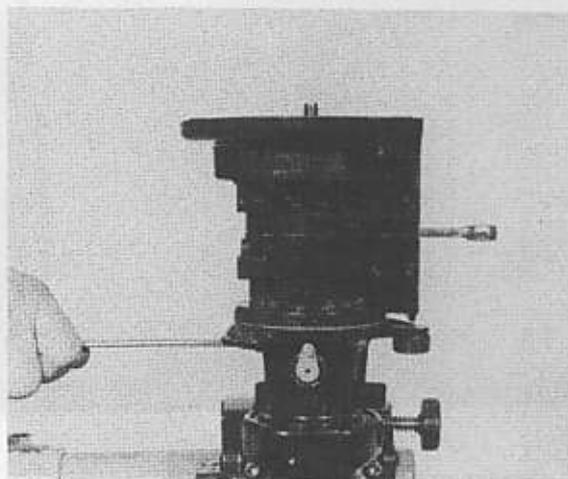

Fig. 25
10. Remove the engine fixing nut (Fig. 25) and then the engine by lightly tapping with a plastic mallet.
10. Togliere i dadi (Fig. 25) e separare il carter dalla flangia con un martello di plastica.